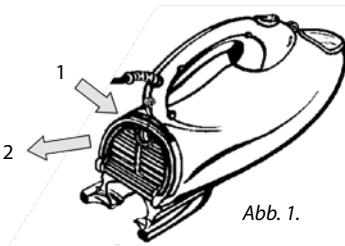

Abb. 1.
1. Schließen Sie den Blasadapter an, öffnen Sie die Hintertür durch Ziehen an der oberen Aussparung, siehe Abb. 1.